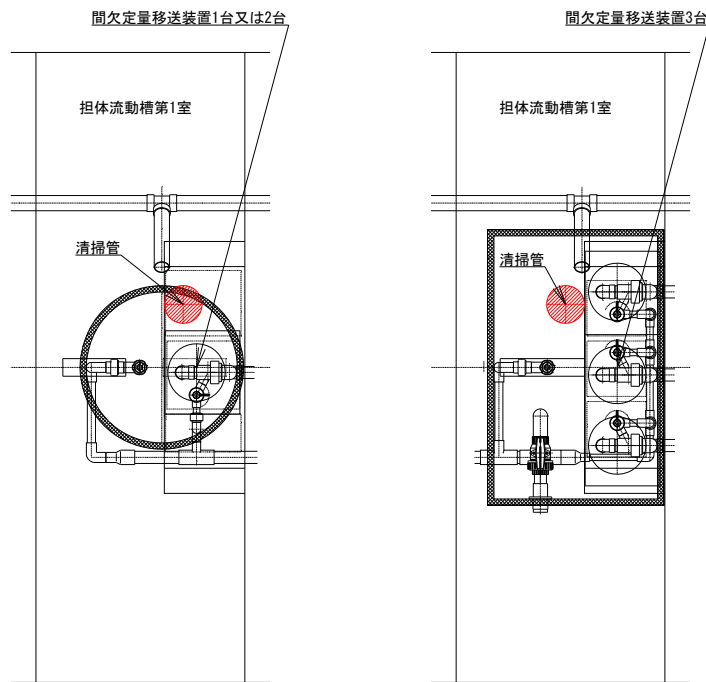

図4-2 担体流動槽第一室における清掃ホース挿入用清掃管位置
- ① 間欠定量移送装置の移送水が吐出し終わる直前（エアが吐出する前）に、間欠定量移送装置用エアバルブを閉じます。
- ② ばっ気を停止し、しばらく時間を置いて汚泥を沈降させてください。
- ③ 清掃管にホースを挿入し、汚泥を適正量（低負荷時の対策3を実施の場合は全量）引き抜いてください（図4-2参照）。
- ④ 移送水量の確認をして適正量に調整してください。